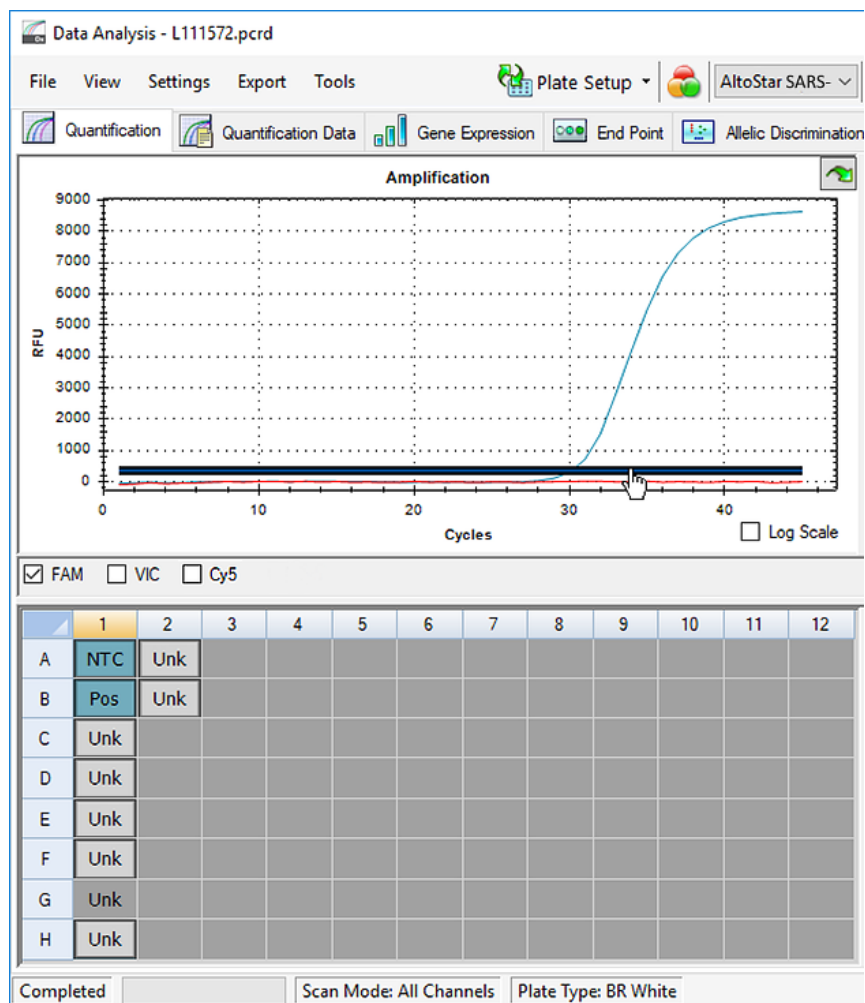

Figure 10: Fenêtre Data Analysis (Analyse des données) : définir le seuil FAM™
5. Sur la gauche de la fenêtre Data Analysis (Analyse des données), décochez la case **VIC** et cochez la case **FAM** pour le canal de détection ciblé du gène E (voir la figure 10).
- Sélectionnez uniquement les puits contenant le NTC et le PC sur la représentation visuelle de la plaque dans la fenêtre Data Analysis (Analyse des données) (voir la figure 10).
- Faites glisser le seuil situé bien au-dessus du signal du NTC dans la zone exponentielle du signal du PC (voir la figure 10).